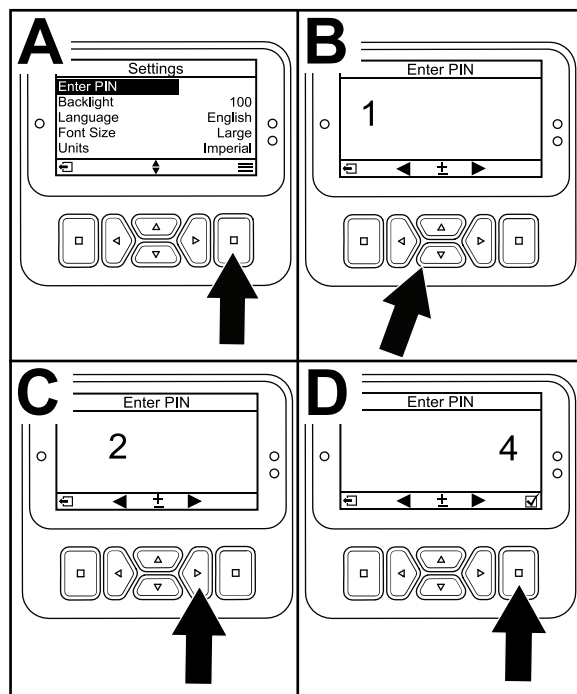

Bild 20
3. Drücken Sie für die Eingabe des PIN-Codes die auf/ab Navigationstasten Bild 20, bis die erste korrekte Ziffer angezeigt wird; drücken Sie dann die rechte Navigationstaste Bild 20, um auf die nächste Ziffer (B und C) zu gehen. Wiederholen Sie diesen Schritt, bis Sie die letzte Ziffer eingegeben haben.